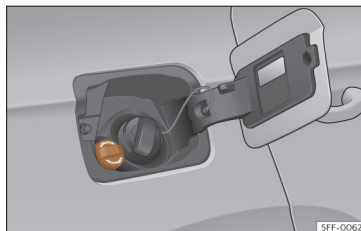

Fig. 1 Tampão do bocal de enchimento do reservatório do AdBlue®.
- Abrir a tampa do depósito >>> **Fig. 1**.
- Gire o tampão de fecho do bocal de enchimento de SCR para a esquerda >>> **Fig. 1.**